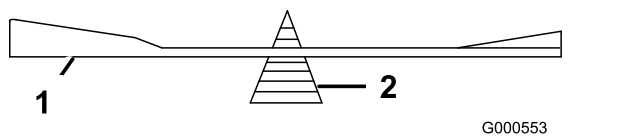

Figura 113
2. Verifique el equilibrio de la cuchilla colocándola sobre un equilibrador de cuchillas (Figura 113).